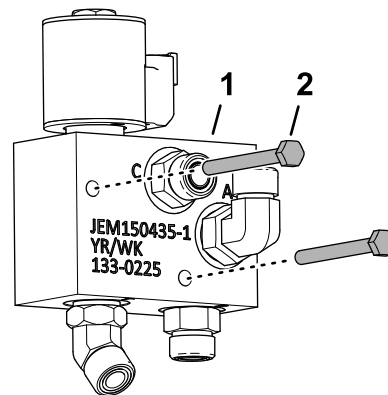

Bild 15
- Montieren Sie die beiden Schrauben (¼" x 2½") durch das Gehäuse des Niedrigflussventils, wie in Bild 15 dargestellt.